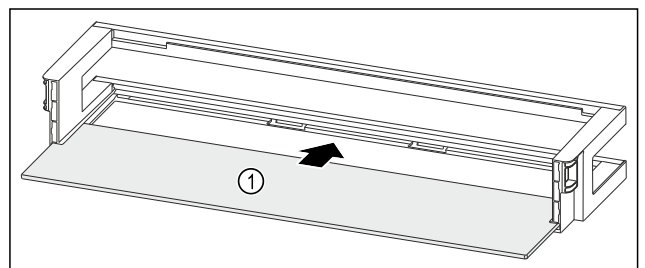

Fig. 241 Türabsteller mit Abstellfläche
- ▶ Abstellfläche Fig. 241 (1) in die seitlichen Aussparungen einschieben.